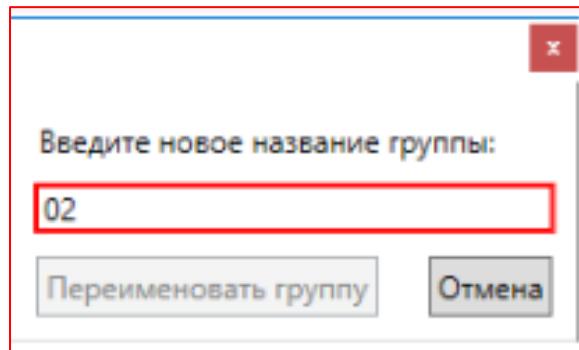

Рисунок 3.26 – Переименование группы
3) Нажать кнопку «*Переименовать группу*» . Откроется окно (рисунок 3.26) для ввода нового названия группы и подтверждения/отмены переименования.